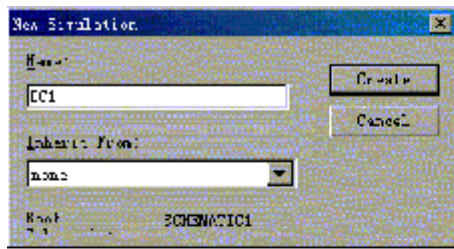
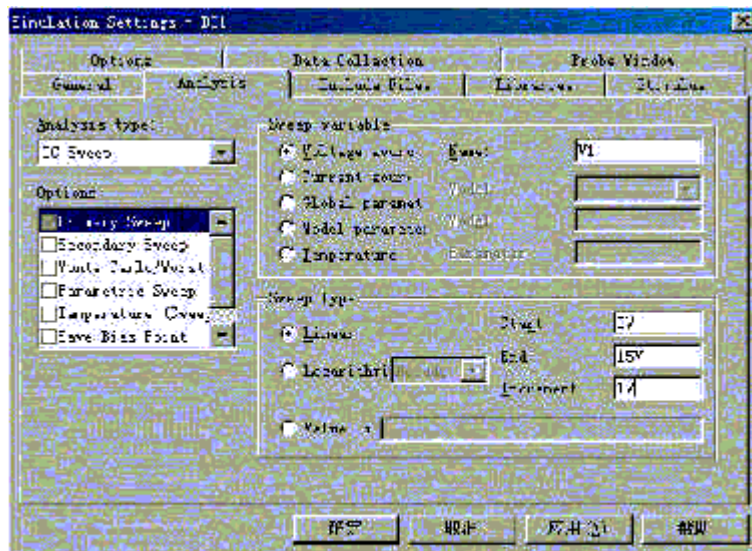

图 9-30 创建新仿真对话框
图 9-31 分析参数设定对话框
当仿真电路图绘制完毕后，首先存盘，然后创建新仿真文件。利用菜单栏启动PSpice/ New Simulation Profile命令，或者单击常用工具栏的智慧图标  按钮，便打开新仿真对话框，如图9-30所示。
(1) 电原理图的绘制。输入电路图名称（如RR），绘制电路图。再一次提醒读者：电路图中必须有模拟地“0”的存在才能进行PSpice分析，因为它用的是改进的节点法。模拟地“0”可以从库Source .olb中选择“0 ground”
(2) 创建新仿真文件，名称为DC1，如图9-30所示。注意分析参数设置方法，如图9-31所示。